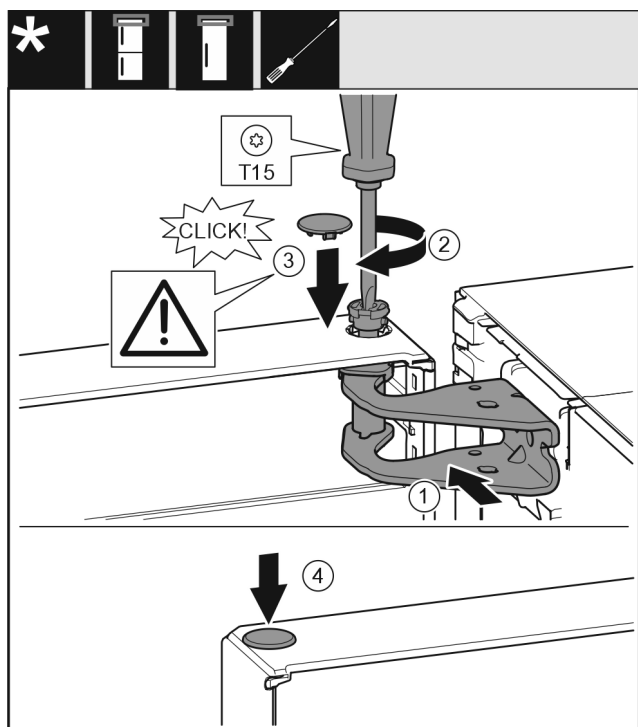

Fig. 23
- Justér døren foroven i forhold til åbningen i hængselbukken. Fig. 23 (1)
- Indsæt bolt Fig. 23 (2), og skru den fast med en skruetrækker.
- Monter sikringsafdækningen Fig. 23 (3) til sikring af døren: Indsæt sikringsafdækningen, og kontrollér, om den hviler på døren. Ellers sættes bolt helt ind.
- Indsæt proppen Fig. 23 (4).